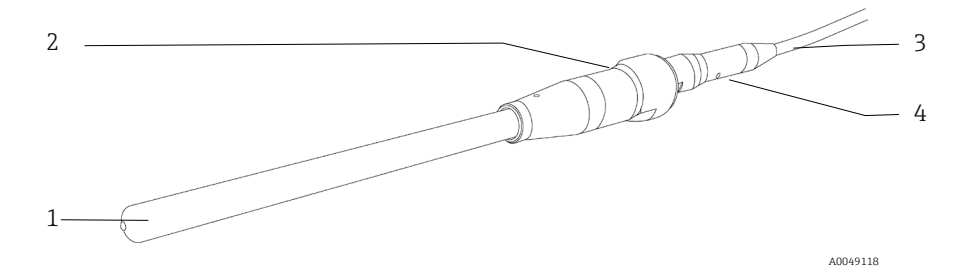

Figure 1. Configuration sans bride avec câble du type Fiber Channel
- Configuration droite (figure 1) : L'indicateur est situé sur l'ensemble. Lorsque le laser est susceptible d'être mis sous tension, le voyant s'allume.